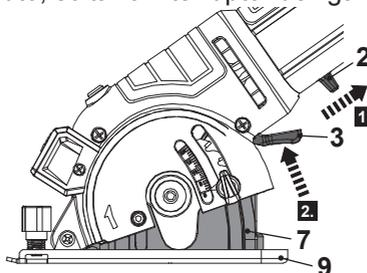

Fig. 8
1. Verificar o funcionamento correcto da placa de base (9) antes de ligar o cabo de alimentação.
4. Puxar o interruptor de ligar/desligar (2) e esperar, até a lâmina de serra atingir a velocidade máxima (Fig. 8, passo 1).
5. Aperte a alavanca de bloqueio (3) para desbloquear a placa de bloqueio de imersão (7), depois mergulhe a lâmina no material de forma lenta e suave, mas firme (Fig. 8, passo 2).
6. Empurrar a ferramenta para a frente através da peça de trabalho fixada com segurança. Certifique-se que a placa de base (9) repousa sempre uniformemente sobre a peça de trabalho.
7. Para desligar o produto, soltar o interruptor de ligar/desligar (2).